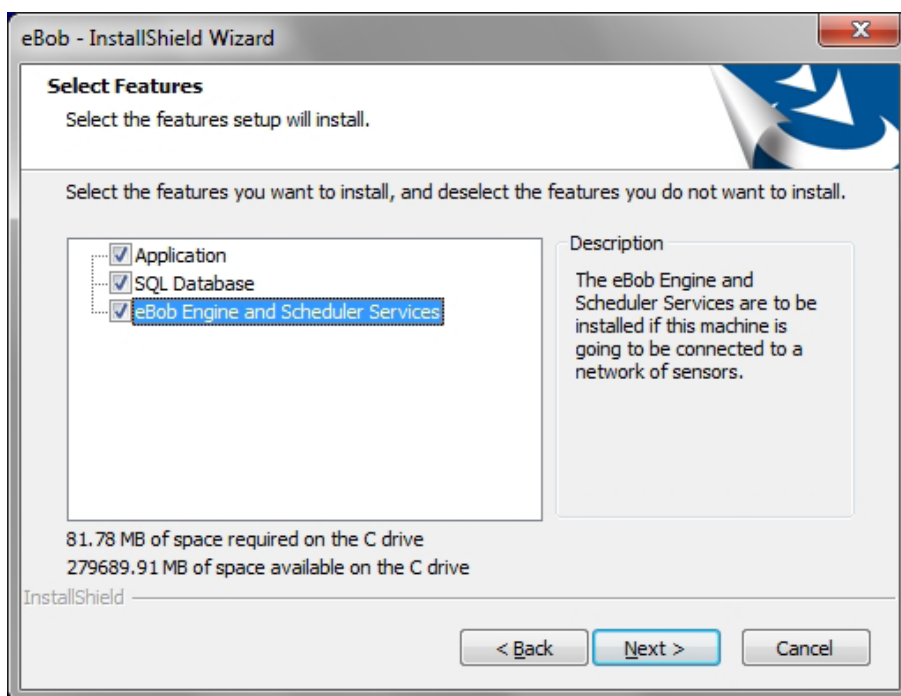

Figura 5
- b. Si la instalación es para Base de Datos con Sitio, seleccione todas las opciones como se muestra en la Figura 5.